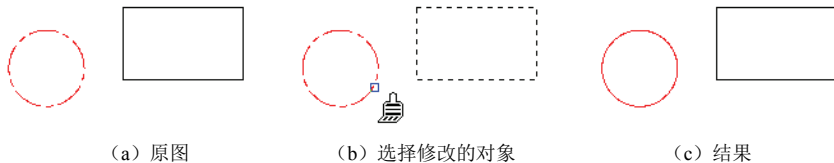

图 4-62 特性匹配示例
**【例 4.28】** 参照图 4-62 (a) 绘制一红色点划线圆和一黑色实线矩形。将圆的特性除颜色外改成矩形的特性。
结果如图 4-62 (c) 所示。